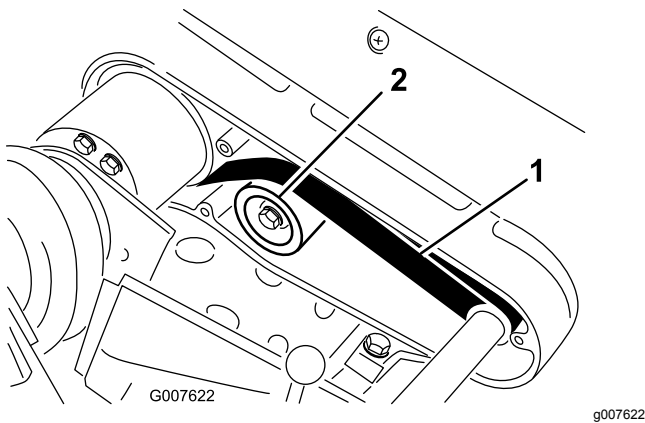

Figure 45
2. Contrôlez la tension en exerçant une force de 22 à 26 N sur le brin à mi-distance entre les poulies (Figure 45).
- A. Desserrez l'écrou de fixation de la poulie de tension et faites pivoter la poulie dans le sens horaire contre l'arrière de la courroie jusqu'à ce que vous obteniez la tension voulue (Figure 45).